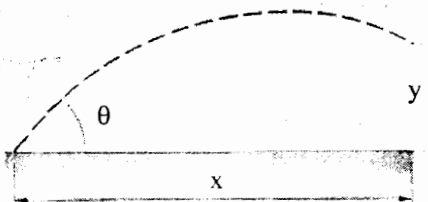

Figura 1
I.5.1 Determinar la rapidez inicial del proyectil para un ángulo de disparo fijo. Para esto, haga una serie de diez disparos y registre la posición horizontal "x" de cada disparo en la tabla 1, así como el tiempo de vuelo "t", el ángulo de disparo y la posición vertical "y" (ver figura 1).